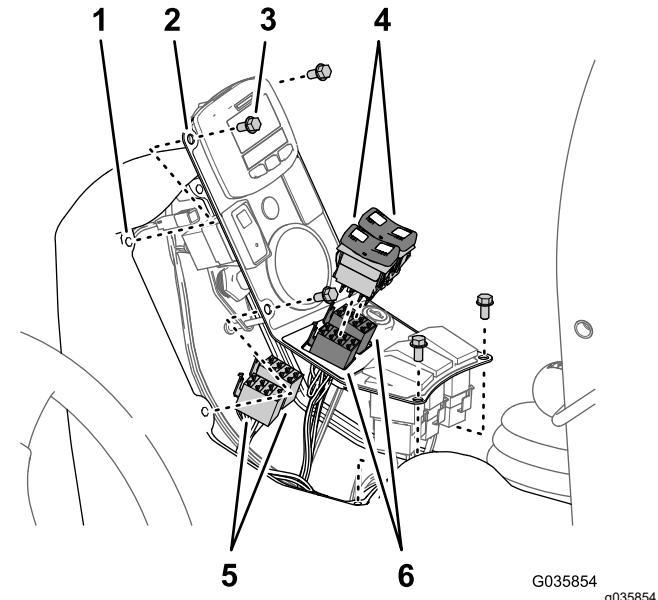
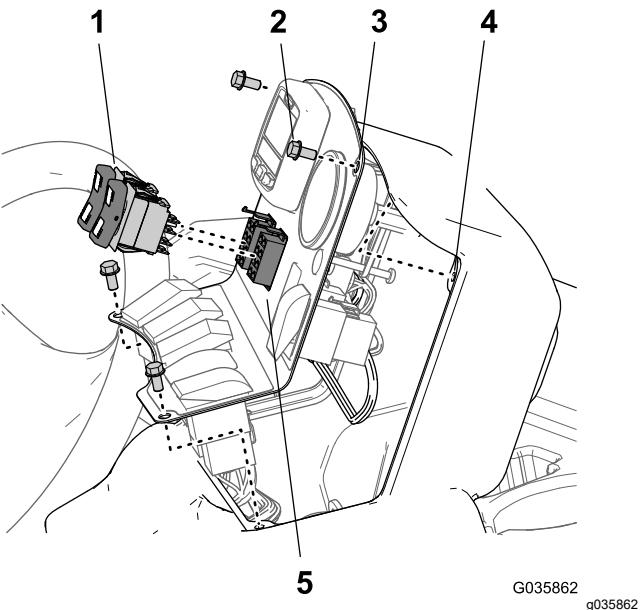

Figura 36
Figura 37
- Rimuovete i 4 bulloni a testa flangiata ($\frac{1}{4}$ " x $\frac{1}{2}$ ") che fissano il pannello dell'interruttore alla consolle centrale e sollevate il pannello (Figura 36 o Figura 27).
2. Scollegate i connettori a 8 prese del cablaggio preassemblato della macchina dagli interruttori di sollevamento delle barre (Figura 36 o Figura 37).
3. Collegate gli interruttori a bilanciere ai connettori a 8 prese del cablaggio preassemblato del kit di finitura Ultra Sonic Boom (Figura 36 o Figura 37).
5. Allineate i fori nel pannello dell'interruttore con il telaio della consolle (Figura 36 o Figura 37).
$\frac{1}{2}$ ") (Figura 36 o Figura 37) che avete rimosso al passaggio 1.